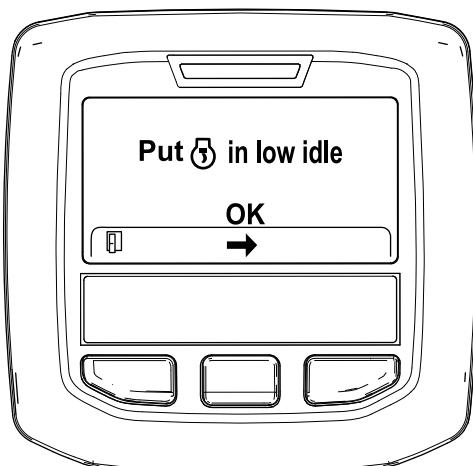

Figure 46
6. Placez la commande d'accélérateur en position de RALENTI et appuyez sur le bouton central (Figure 46).